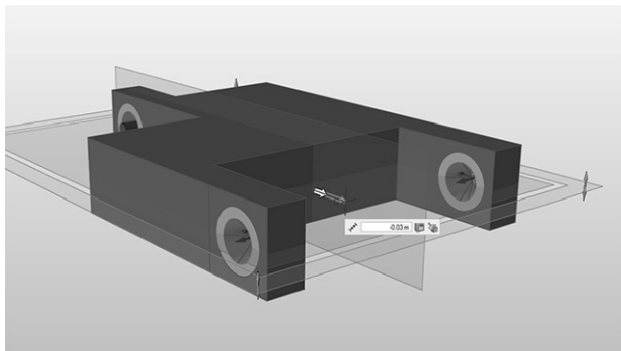

图 5-52
4) 再次右击并拖曳模型，使其重新调整至如图 5-52 所示的位置，然后单击模型后面，并且将其向内推进 0.03 m。